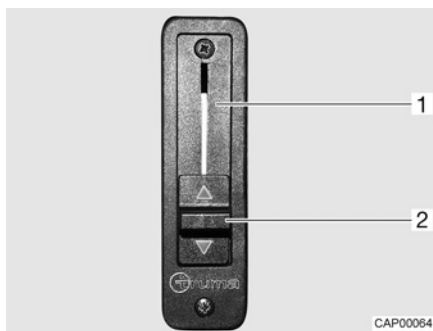

Bild 5 Skjutreglage för kanalspär
- Skjut skjutreglaget (Bild 52) hela vägen upp. Kanalspärren (Bild 5,1) är öppnad. Värmesystemet för bodelen värmer även vindrutan.